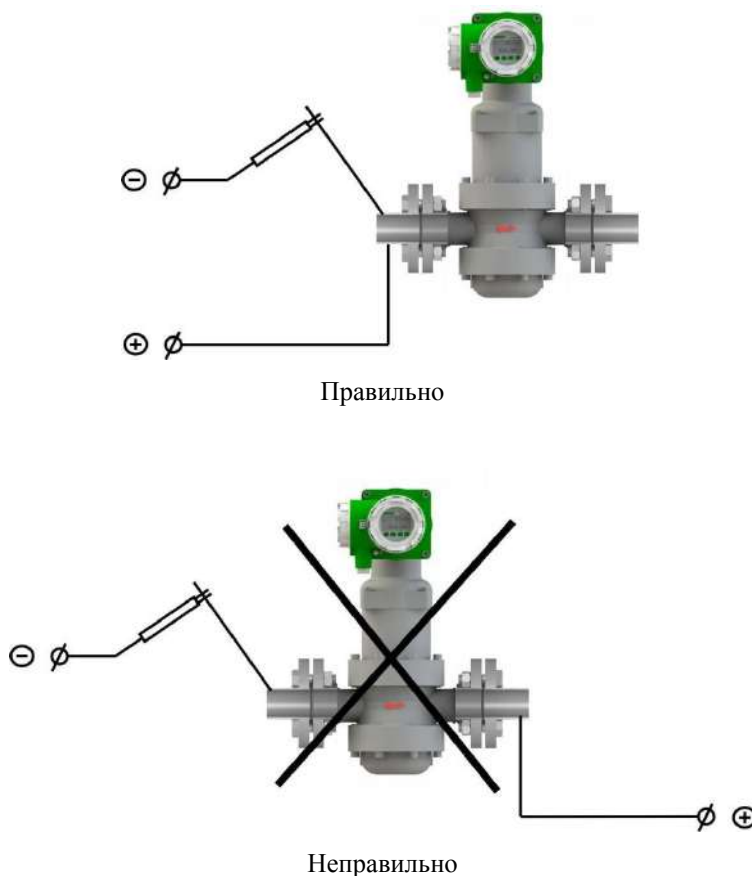

Рисунок 2.7 -Подключение источника тока при электродуговой сварке с использованием счетчика
- при монтаже с использованием электродуговой сварки источник тока подсоединяется таким образом, чтобы сварочный ток не протекал через счетчик – **см. рисунок 2.7**.